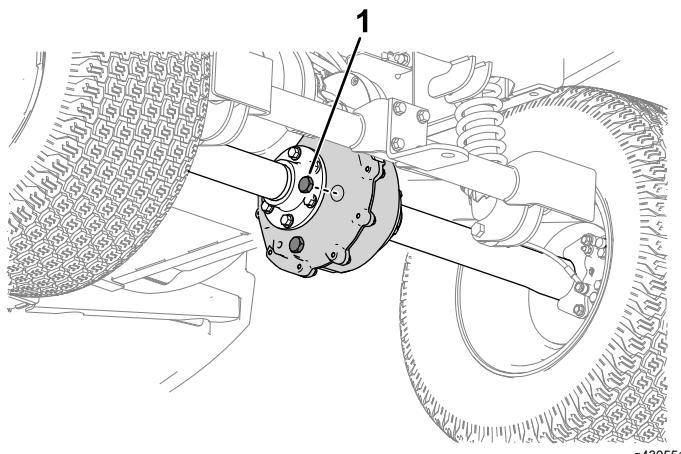

Figura 46
- Si el nivel de fluido es bajo, retire el tapón de llenado y añada fluido del tipo especificado indicado en [Cambio del fluido del transeje \(página 39\)] hasta que salga del orificio (Figura 46).
- Retire el tapón de llenado del transeje (Figura 46).